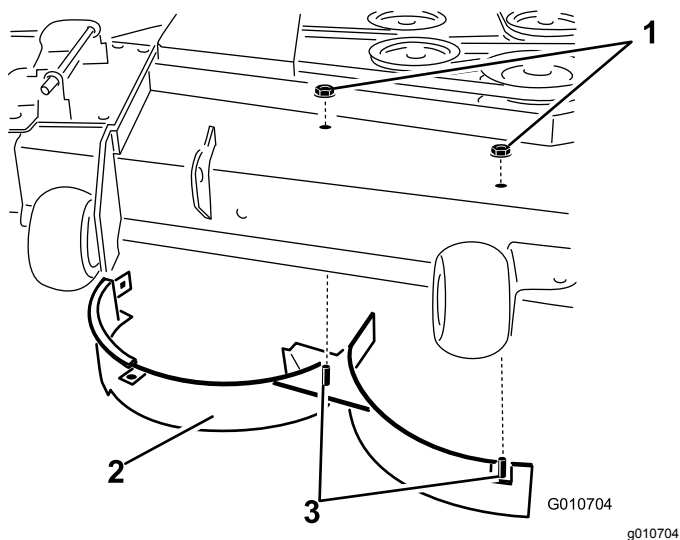

Figura 34
11. Rimuovete i 2 dadi di bloccaggio (5/16") che fissano i perni saldati del deflettore destro in posizione centrale e destra, sulla parte superiore del piatto di taglio (Figura 34).
12. Rimuovete il bullone a testa tonda e il dado di bloccaggio fissati sul deflettore destro sulla parte superiore del piatto di taglio e rimuovete il deflettore destro dal piatto di taglio (Figura 34).